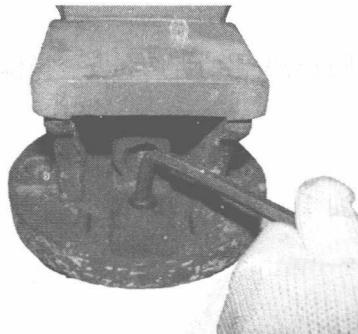

图 1-11 拆卸螺母
(2) 拆去螺母 3 上的紧固螺钉,卸下螺母 3,如图 1-11 所示。
(3) 逆时针转动两个手柄 4,拆下固定钳身 7。